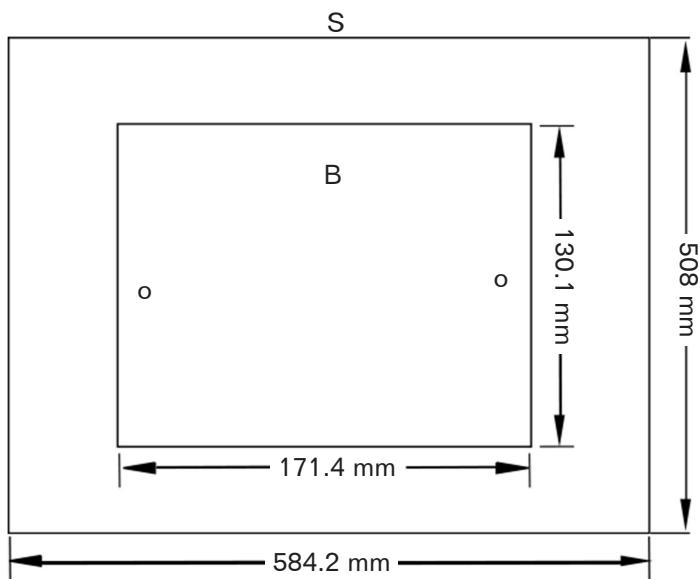

Figura 3
- La Figura 3 muestra las dimensiones de la base, soporte de montaje con los orificios de montaje y el espacio necesario para colocar el conjunto de la mesa y el conjunto de la correa.